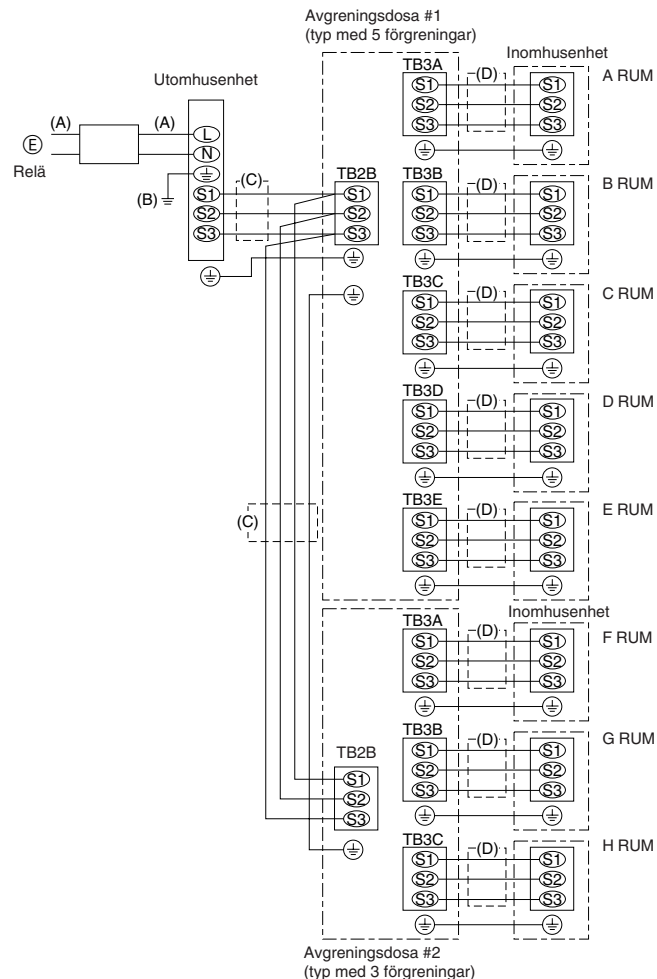

Fig. 7-2
7.3. Yttre ledningsdragning (Fig. 7-2)